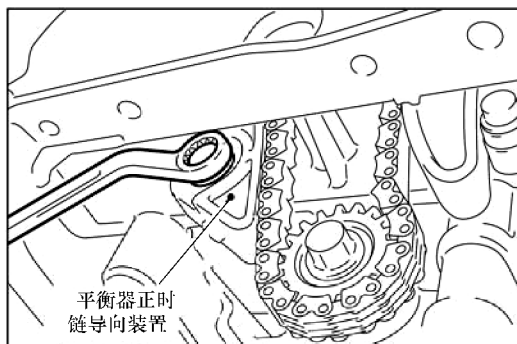

图 9-13 拆下正时链导向件下侧螺栓
4) 使用扳手拆下如图 9-13 所示的平衡器正时链导向件下侧的固定螺栓，从而使平衡器正时链导向件不受任何限制。